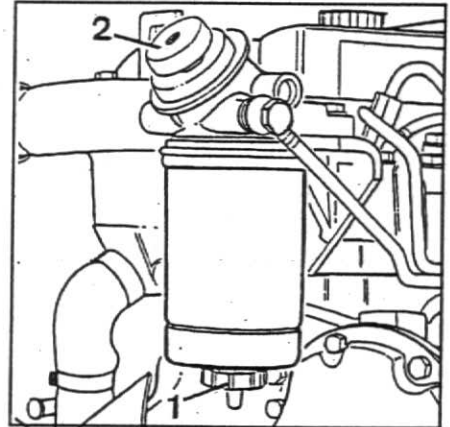

Fig. 1
1. Afrouxe o bujão de drenagem na parte inferior do filtro ①, fig.1.
2. Acione manualmente a bomba de sangria ② para expulsar água e impurezas sedimentadas do filtro, fig.1.